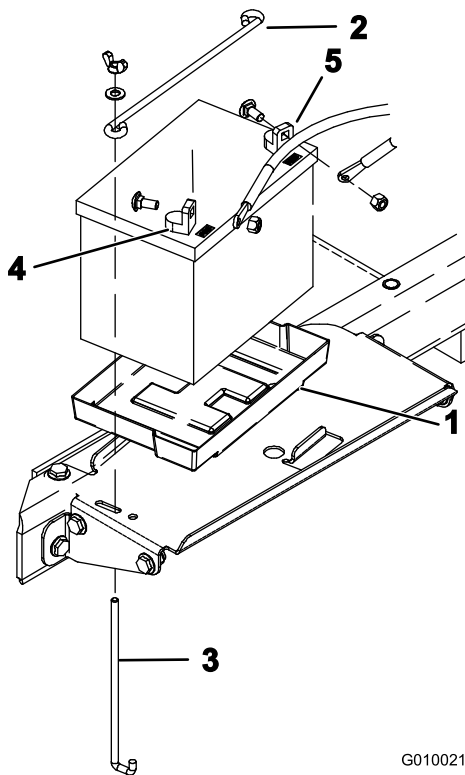

Figure 14
1. Placez la batterie sur son socle dans le compartiment (Figure 14). Positionnez la batterie de telle sorte que les bornes se trouvent à l'extérieur.